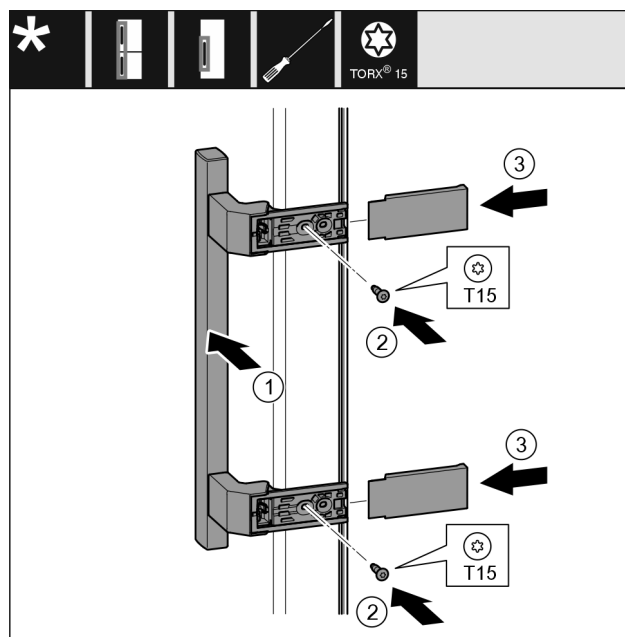

Fig. 20
- ▶ Griff *Fig. 20 (1)* auf der Gegenseite ansetzen.
- ▶ Schrauben *Fig. 20 (2)* mit Schraubendreher festschrauben.
- ▶ Abdeckungen *Fig. 20 (3)* seitlich ansetzen und aufschieben.